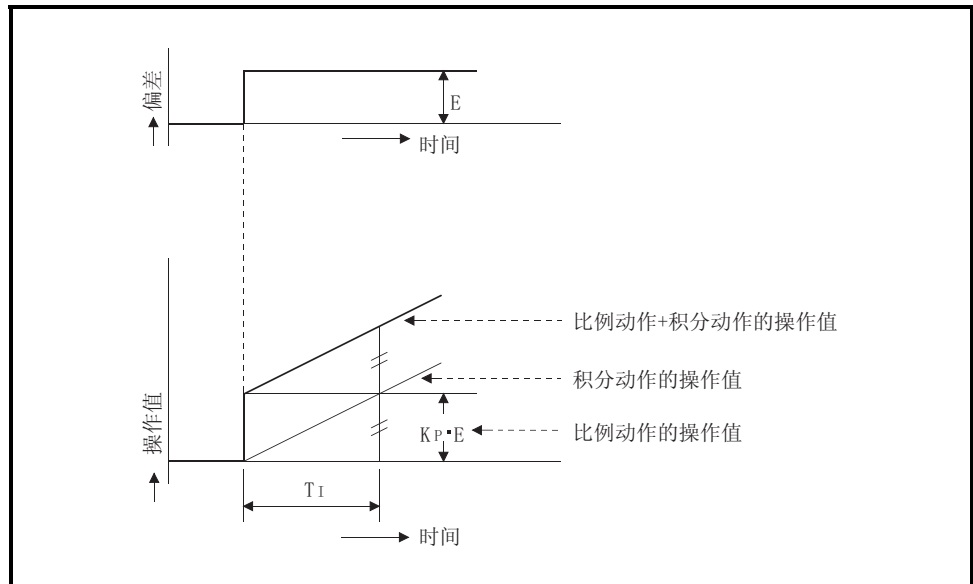

图 1.8 阶跃响应时的积分动作
- (2) 在积分动作中，从偏差发生起直到积分动作的操作值变为比例控制动作的操作值为止的时间称为积分时间，用 T_I 表示。
- (3) 图 1.8 所示为当偏差值恒定时阶跃响应的积分动作。
- (4) 积分动作被用于与比例动作组合使用的 PI 动作，或与比例动作和微分动作组合使用的 PID 动作。